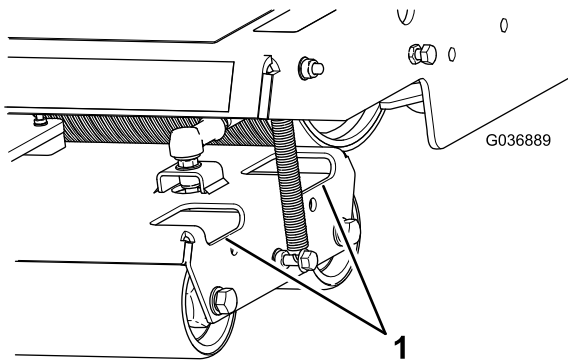

图39
2. 如果需要用水喷射滚筒壳体上的孔清洁滚筒的灰尘和杂物 图39。